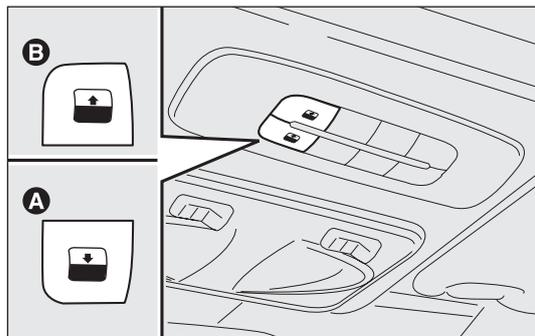

fig. 65
Il tetto apribile ad ampia vetratura è composto da due pannelli in vetro di cui uno fisso e uno mobile dotati di due tendine parasole (anteriore e posteriore) a movimentazione manuale. Le tendine possono essere utilizzate nelle posizioni “tutta chiusa” e “tutta aperta” (non hanno posizioni fisse intermedie). Per aprire le tendine: impugnare la maniglia A-fig. 65, svincolarla ed accompagnarla seguendo il senso indicato delle frecce fino alla posizione “tutta aperta”. Per chiuderle seguire il procedimento inverso. Il funzionamento del tetto apribile avviene solo con chiave di avviamento in posizione MAR.
I comandi A-B fig. 65 posti su plancia dedicata vicino alla plafoniera anteriore, comandano le funzioni di apertura/chiusura tetto apribile.
Premere il pulsante B-fig. 65 e mantenerlo premuto, il pannello vetro anteriore si porterà in posizione “spoiler”; premere nuovamente il pulsante B-fig. 65 e, agendo sul comando per più di mezzo secondo, si innesca il movimento del cristallo del tetto che prosegue automaticamente fino a fondo corsa; il cristallo del tetto può essere fermato in una posizione intermedia agendo nuovamente sul pulsante.
Dalla posizione di apertura completa, premere il pulsante A-fig. 65 e, se si agisce sul pulsante per più di mezzo secondo, il cristallo anteriore del tetto si porterà automaticamente in posizione “spoiler”; agendo nuovamente sul pulsante, il cristallo del tetto si ferma in posizione intermedia; premere nuovamente il pulsante A-fig. 65 e mantenerlo premuto fino alla chiusura completa del pannello.
- premere il pulsante A-fig. 65 in posizione di chiusura;